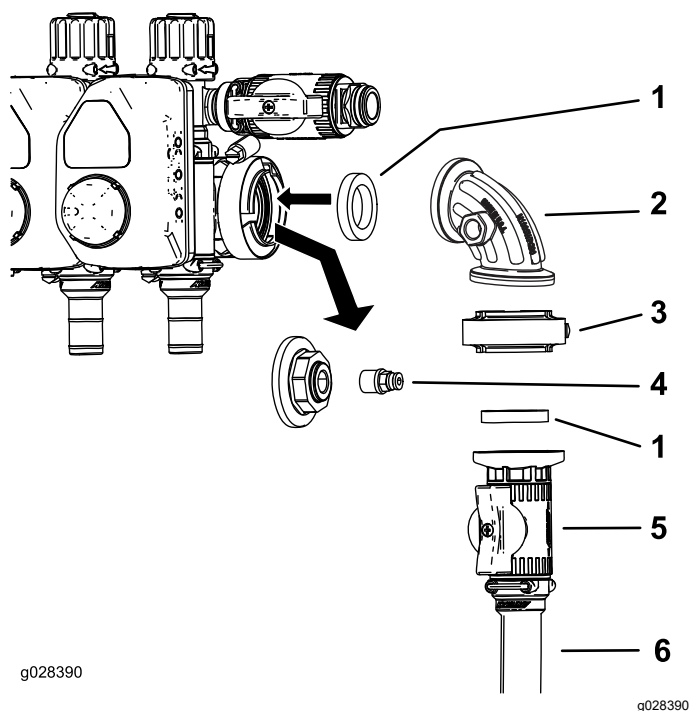

図 24
1. 水圧ゲージのポートから、キャップとカップラを取り外す 図 24。
2. 図 24 のように制御バルブアセンブリを取り付ける。
3. 90°エルボの空いているポートにカップラを取り付ける 図 24 と 図 37。
4. ホースクランプを使って、ホースリール給液ホースを、コントロールバルブに取り付ける 図 24。